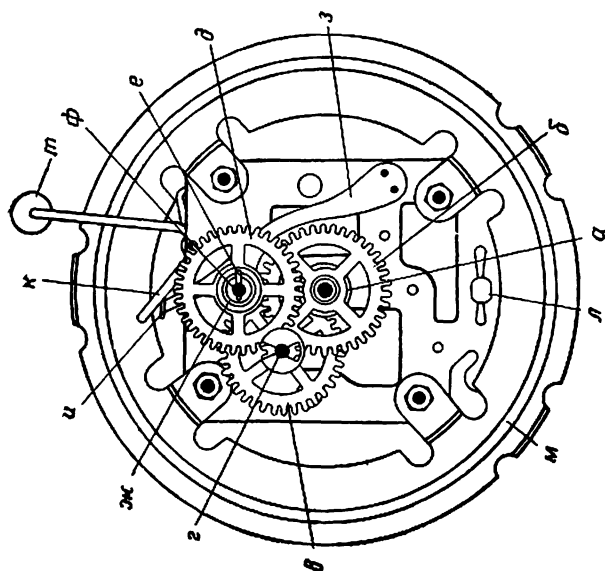
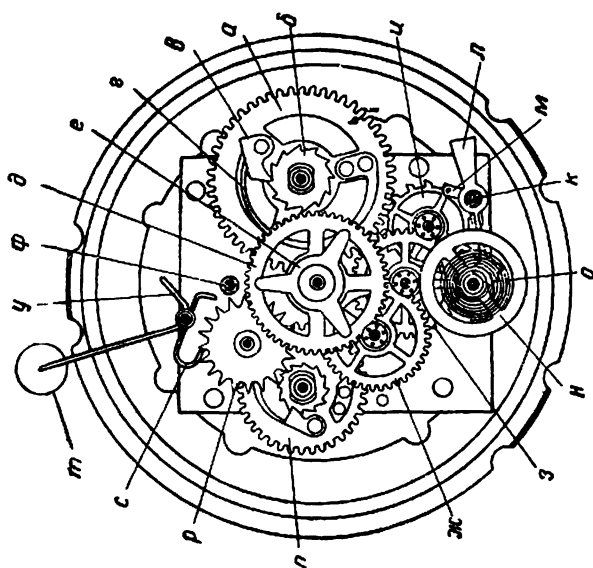

Рис. 59. Механизм будильника со стороны циферблата:
Рис. 60. Механизм хода и боя будильника:
5. Отгибаются гвоздики, находящиеся в рамке будильника, снимается циферблат, удаляется штифт *е*, сигнальное колесо *д*, часовое *б*, весельное *в* (рис. 59). Следующая работа — спуск заводной пружины.
7. На ось заводного колеса навертывают заводной ключ и, крепко держа его правой рукой, пинцетом или отверткой в левой руке отводят собачку *в* (рис. 60) от храпового колеса *б*; спустив наполовота пружину, собачку опускают. Сменив положение руки, это действие повторяют. Так постепенно производят полный спуск пружины. Чтобы иметь руки свободными, начинающему часовщику рекомендуется производить эту работу, укрепив рамку в точке *м* (рис. 59) в верстачных тисках.
10. Минутный триб *а* (см. рис. 59) плотно насажен на ось центрального колеса; часовщику необходимо иметь инструмент (см. рис. 33), позволяющий